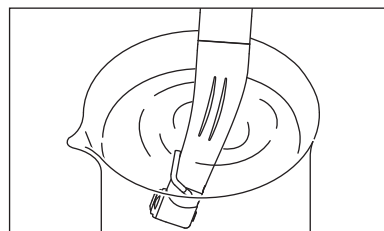

図8
- 2) ハンドピースのヘッド側を約20mm水中に入れ15秒程度正回転、逆回転で回転させてください。(図8)